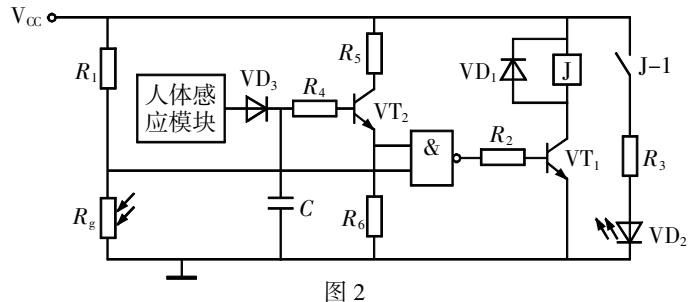

图 2
(2)小明希望天黑有人经过时 VD_2 发光,离开时延时熄灭。于是采用了人体感应模块,重新设计了如图 2 所示的电路。当模块检测到人体热辐射信号时,持续输出高电平,反之输出低电平。若要使延时的时间变长,合理的措施是(多选,全选对得分)_____ (A. 增大 C ; B. 增大 R_2 ; C. 增大 R_3 ; D. 增大 R_5 ; E. 增大 R_6)。